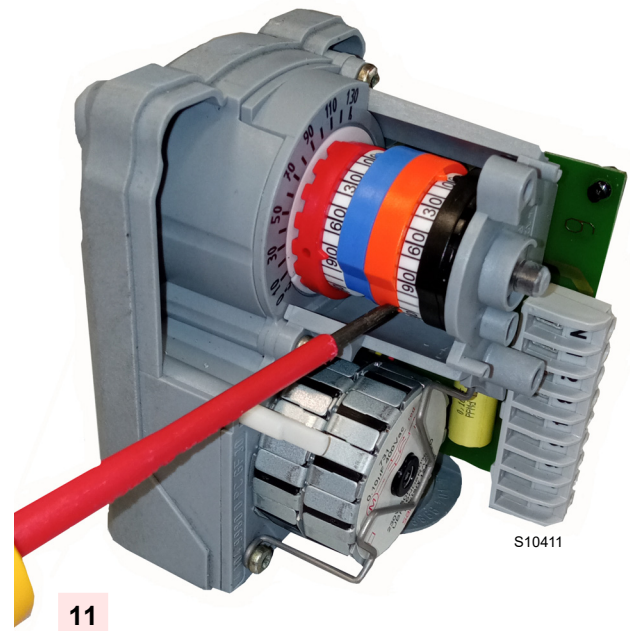

Abb. 37
- Für die eventuelle Einstellung des Nockens III den Schraubenzieher 11)(Abb. 37) verwenden.
- 11 Schlüssel zum Einstellen des Nockens III (Abb. 37)